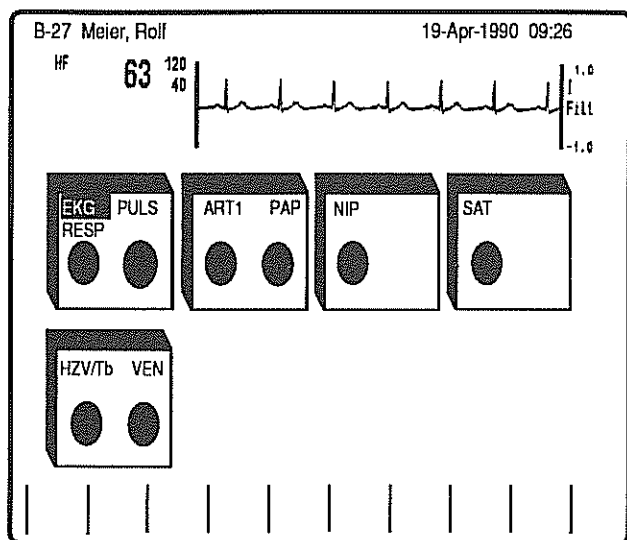

Bild 3
- * Drücken Sie die Taste **Pulse** über dem Pulseingang. Befindet sich die Modulbox nicht beim Gerät, können Sie auch die Taste **Set up** am Monitor drücken. Es erscheint dann eine schematische Darstellung der Module mit den angeschlossenen Signalleitungen (Bild 3).